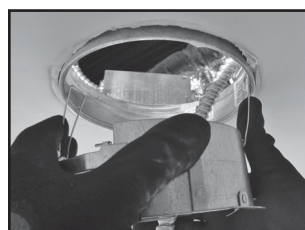

Figure 40.
8. Installez l'appareil DEL et l'ensemble de la garniture en insérant les ressorts de torsion dans les logements à ressorts situés à l'intérieur de l'ensemble d'anneaux installé après coup, des deux côtés (Figure 40).
1. Retirez l'assemblage de la garniture du boîtier (Figure 40).